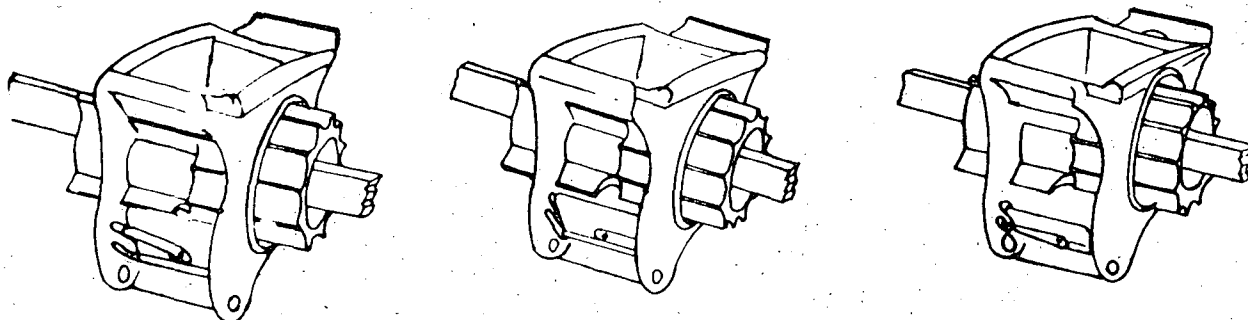

Fig. 5
Desta maneira, a descarga de semente pode ser controlada, variando-se exposição do cilindro e portanto da tampa. A maior parte (não todas), das semeadeiras de alimentador de canaletas tem comportas ajustáveis (fig. 5) na posição inferior da taça de sementes, que ajudam a regular a abertura.
- Regulagem das travas a uma das três posições (fig. 5).